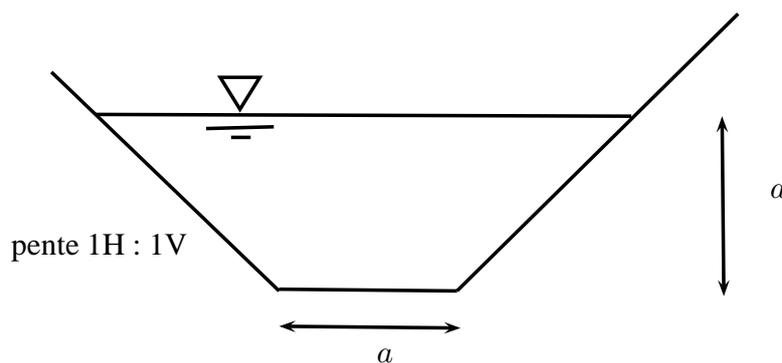

Figure 1 : canal trapézoïdal.
**Problème 2** Un canal d'irrigation trapézoïdal dont la section est donnée sur la figure 1 est constitué d'un revêtement en béton de coefficient de Manning-Strickler  $K = 60 \text{ m}^{1/3} \cdot \text{s}^{-1}$ . Sa pente est de 30 cm/km. Calculez le débit dans ce canal en fonction de la côte  $a$ . Faire une application numérique pour  $a = 5$  m.
**Problème 3** Pour lutter contre les marées et les vagues associées, une commune de bord de mer songe à imiter l'exemple de Venise en construisant des protections amovibles. Il s'agit de murs articulés qui sont posés au fond de la mer (fond supposé imperméable) et peuvent être dressés à l'aide de vérin. La figure 1 montre un mur en position haute. La hauteur du mur est calculée pour correspondre au plus haut niveau de la marée (noté ici  $H_1$ ). Lorsque cette marée se produit, il y a une différence de hauteur d'eau entre  $H_1$  et  $H_2$ . On demande de calculer :